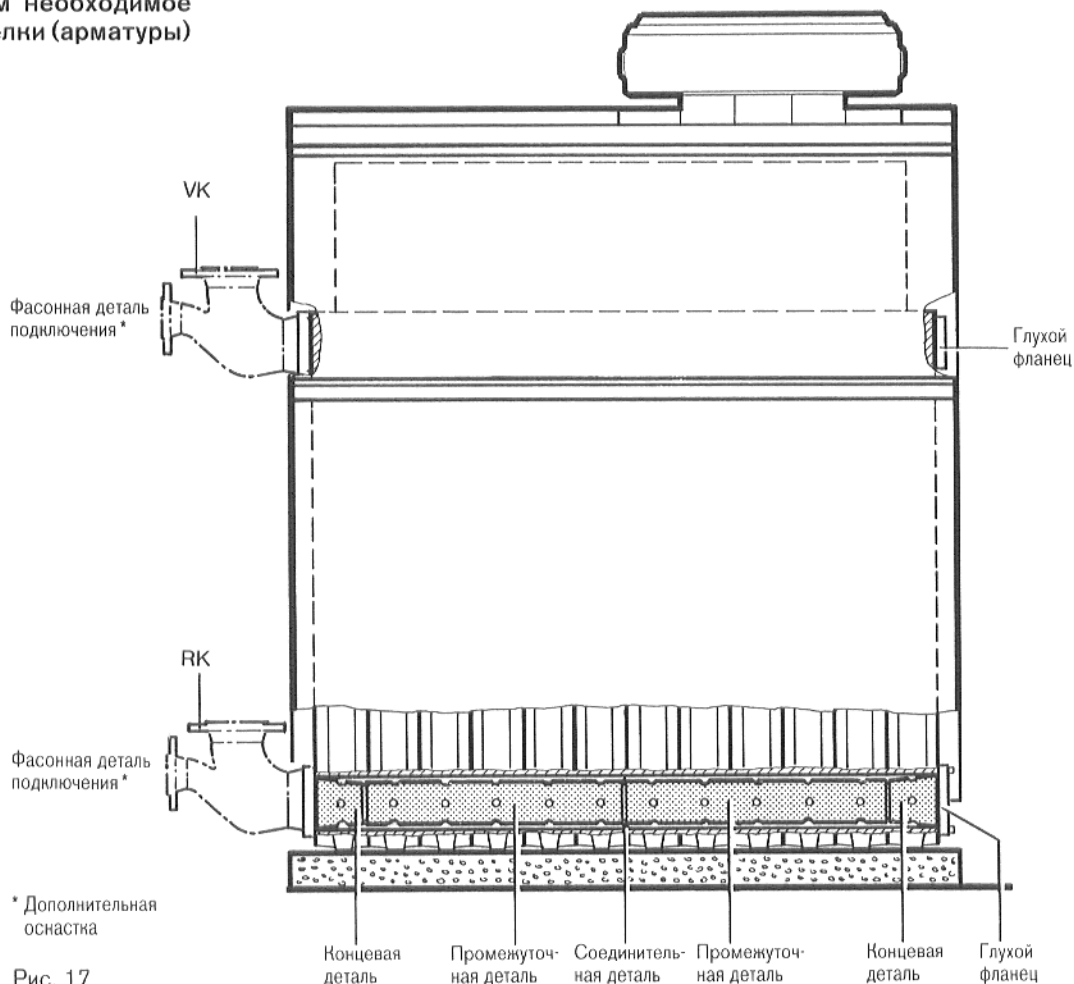

Рис. 17
Подводящая линия и возвратная линия отопления должны всегда подключаться на одной стороне (рис. 17).
4. Насадить вторую концевую деталь (поз. 1) на противоположной стороне котла у нижней ступицы котла на промежуточную деталь (поз. 2, 3 или 4) (рис. 17).
5. Насадить и привинтить глухой фланец с уплотнением на нижнюю ступицу котла (рис. 17).